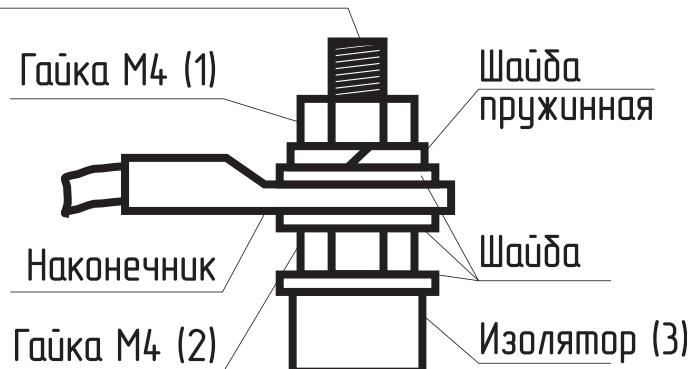

Рис. 17 Присоединение проводов к выводам блок ТЭН
- Гаек на контактных стержнях ТЭН с усилием 1,8 Нм (см. **Рис. 17**);
- При замене блок ТЭН присоединение фазных проводов к выводам блок ТЭН производить согласно Рис. 17. Сечение кабеля указано в Табл. 5;